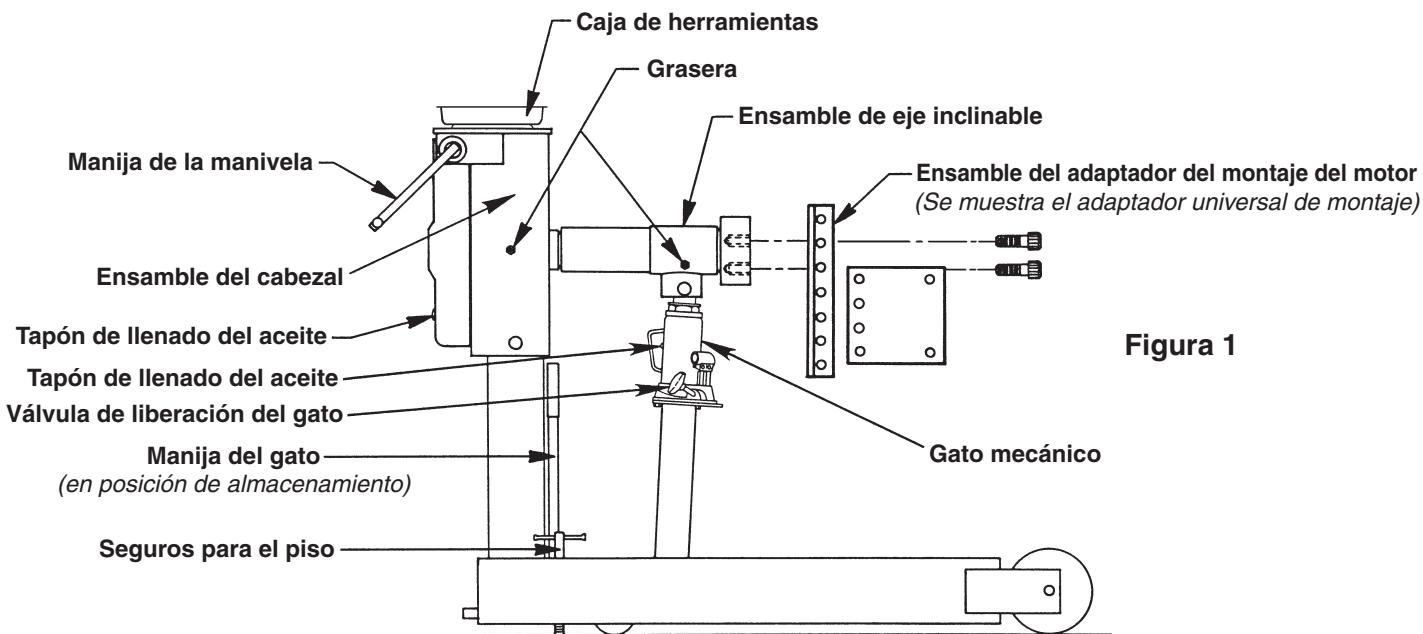

Figura 1
6. Eleve el ensamblaje del gato mecánico y cállcelo en el soporte de montaje ubicado debajo del ensamblaje del eje inclinable. Inserte una clavija (15) y asegúrela en el lugar con un anillo retenedor (3).
7. Ubique la manija del gato (27) en su posición de almacenamiento en el soporte de reparación como se muestra en la Figura 1.
8. Ajuste el collarín (5) hasta que esté ajustado contra el buje en el ensamble del tubo (2). Gire hacia atrás el collarín 1/8 de vuelta y ajuste el tornillo de fijación (4).
9. Si se incluyó un adaptador de montaje de motor, fíjelo al eje inclinable como se muestra en la Figura 1. Aplique torque a los pernos a 610 N•m (450 ft. lbs.).